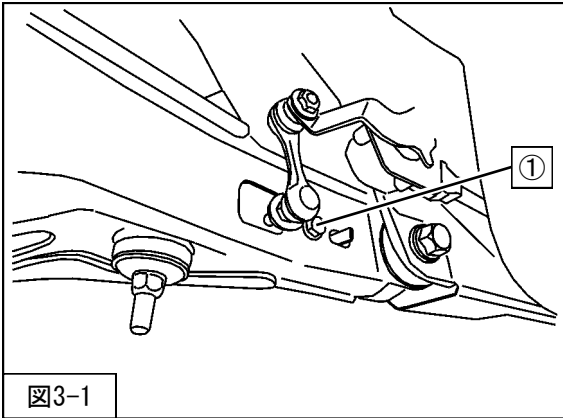

図3-1
2. ①ハイトコントロールセンサ取付ボルトを取外してください。（図3-1）